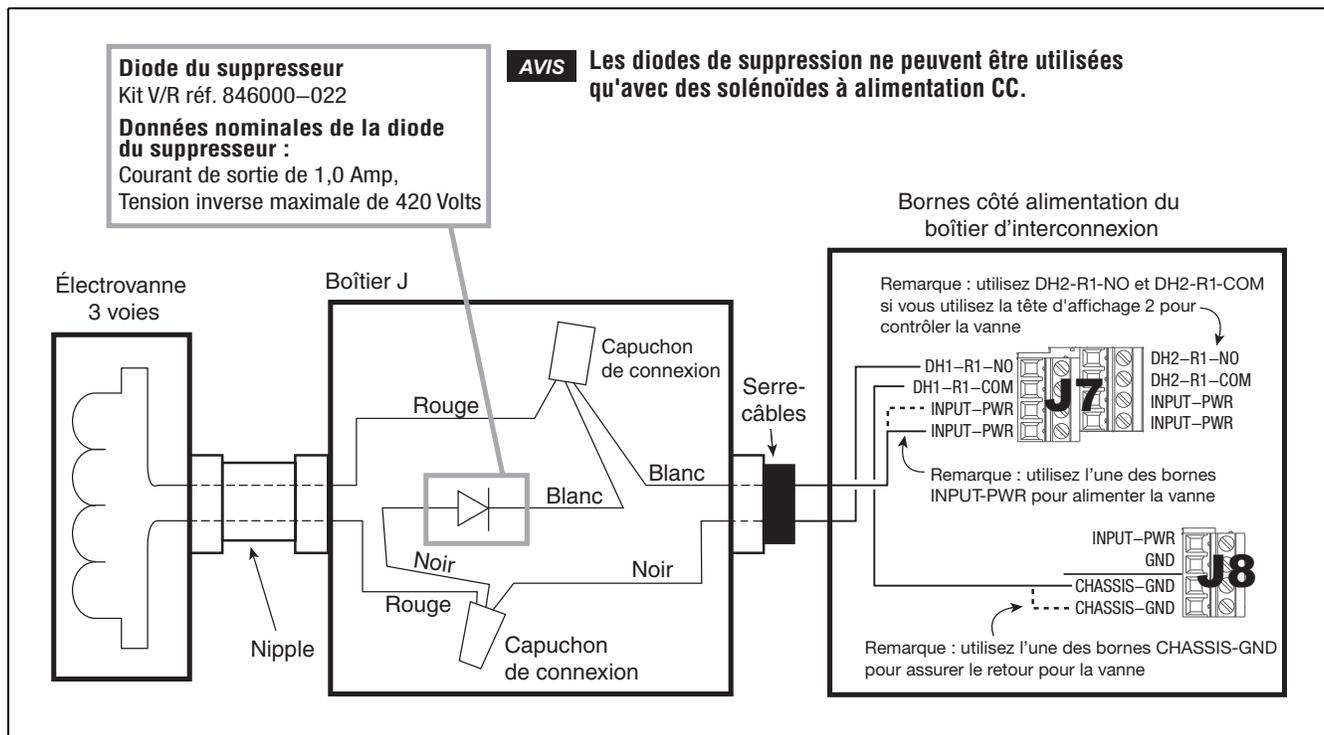

Figure 26. Raccordement de la vanne 3 voies au boîtier d'interconnexion
6. Sur le boîtier BI, raccordez le solénoïde de la vanne 3 voies et un cavalier à J7 et J8 comme illustré à la Figure 26.